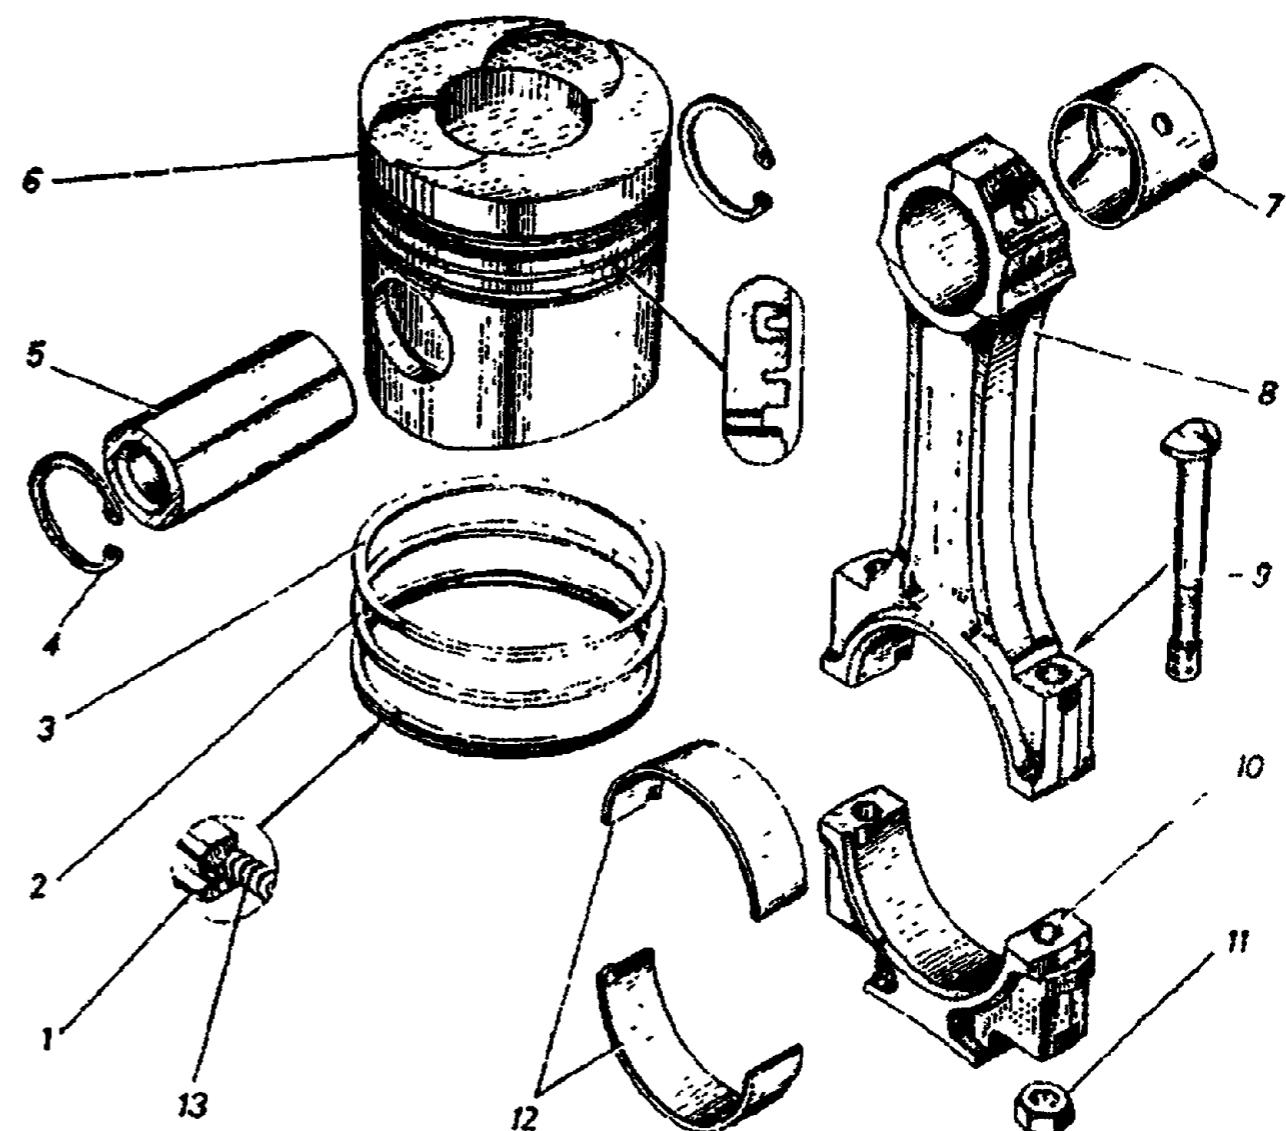
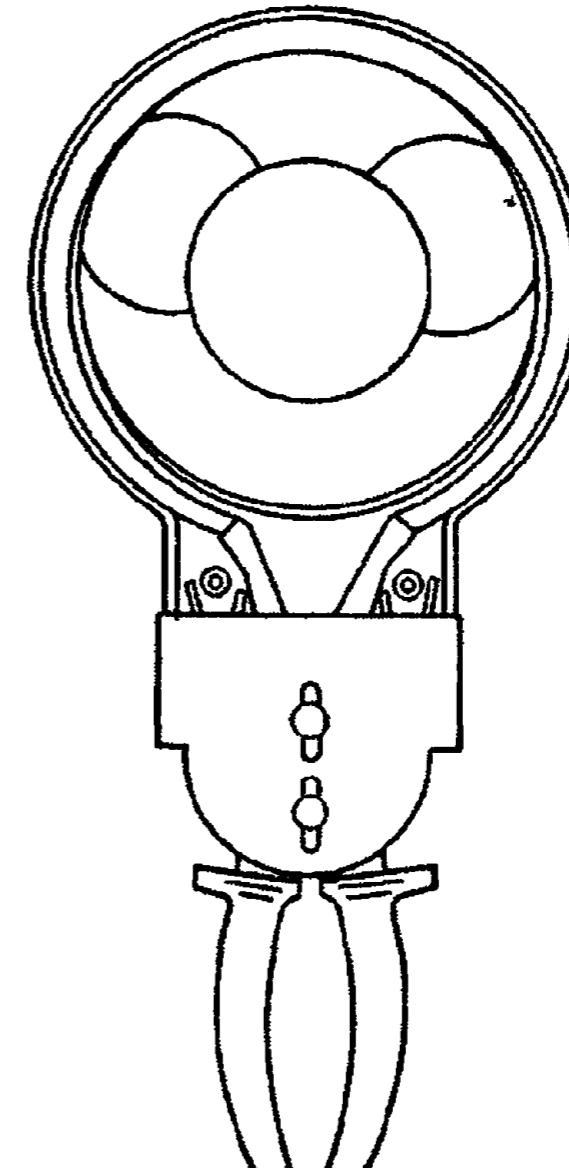

Рис. 34. Поршни и шатуны:
Рис. 36. Приспособление И801.08.000 для снятия и установки поршневых колец
4. Отверните гайки 11 (рис. 34) болтов 9 крепления крышки 10 шатуна первого цилиндра, повернув первую шатунную шейку в нижнее положение за маховик через передний люк картера сцепления	Съемник Деревянный стержень, зубило, молоток
6. Деревянным стержнем вытолкните вверх поршень 6 (см. рис. 34) в сборе с шатуном 8. Проверьте наличие номера цилиндра и метки спаренности на крышке 10 нижней головки шатуна и на шатуне и, при необходимости, панесите их. Установите крышку
7. Установите поршень в сборе с шатуном в тиски и приспособлением И801.08.000 (рис. 36) снимите компрессионные поршневые кольца 2 и 3 (см. рис. 34). Маслосъемные кольца 1 снимите без приспособления	Тиски, приспособление
10. Установите пружинный расширитель 13 (см. рис. 34) в канавку поршня, затем установите маслосъемное кольцо 1.	Посуда для масла, кисть
11. Приспособлением И801.08.000 (см. рис. 36) установите компрессионные кольца 2 и 3 (см. рис. 34)	Приспособление, посуда для масла, кисть
15. Установите крышку 10 (см. рис. 34) шатунного подшипника, соблюдая парность крышки с шатуном, подтяните крышку гайками 11 до полного совмещения с шатуном.	Сменная головка 19 мм, вороток